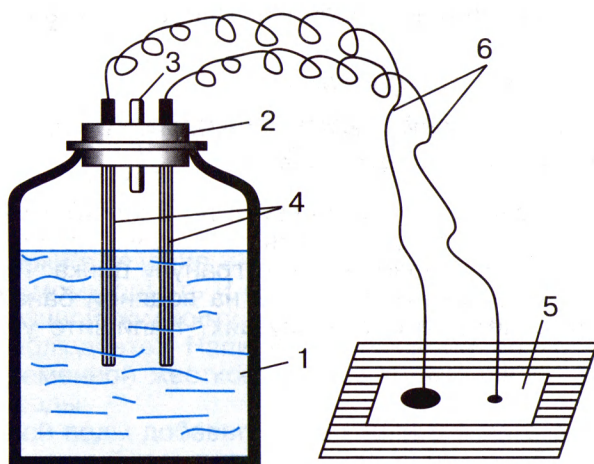

Рис. 62. Гальванический элемент Вольта
2. Гальванический элемент Вольта (рис. 62).